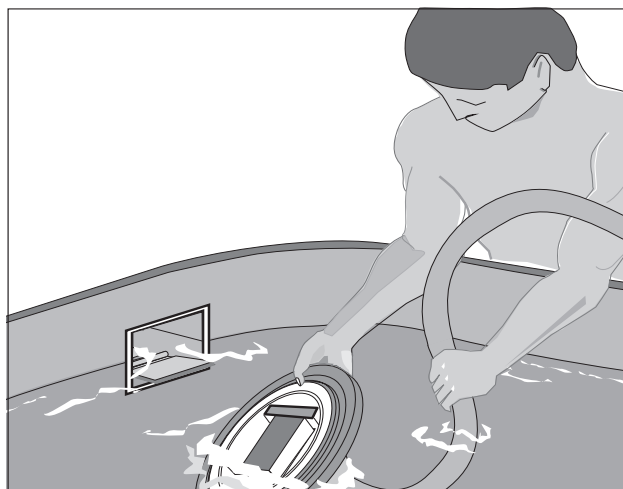

Fig. 3.
A. Gire la aspiradora al revés, sumergir el limpiador y la manguera por el costado de la pared de la piscina para que se llene de agua la manguera. Fig. 3.